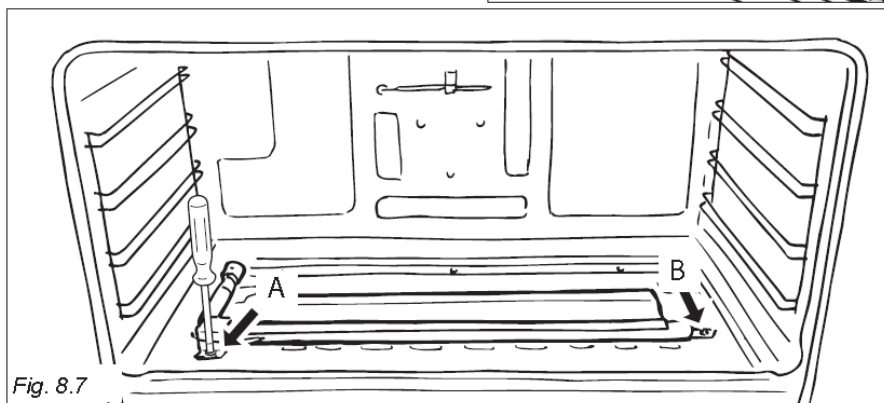

Fig. 8.7
- Desparafuse o parafuso de fixação do queimador "A" (fig. 8.7).
- Desparafuse o parafuso "B" (fig. 8.7).